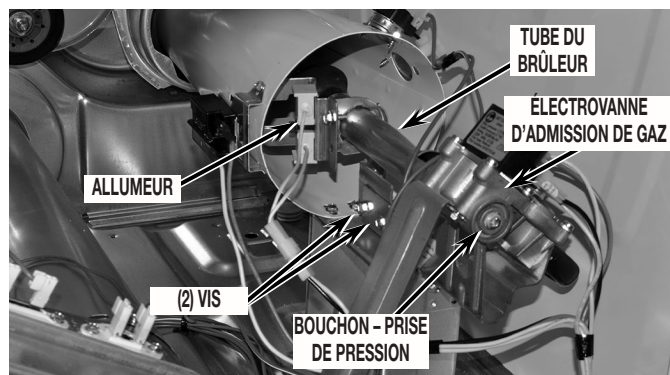

FIGURE 1A
- Ôter les deux (2) vis de fixation du tube du brûleur sur la base du brûleur. Voir les Figures 1A et 1B.
4. Faire glisser le tube du brûleur pour le remettre en place; utiliser les vis ôtées à la section 3, à l'étape 8 pour assujettir le tube du brûleur dans le brûleur. Bien serrer les deux (2) vis de montage. Voir Figure 1A ou 1B.